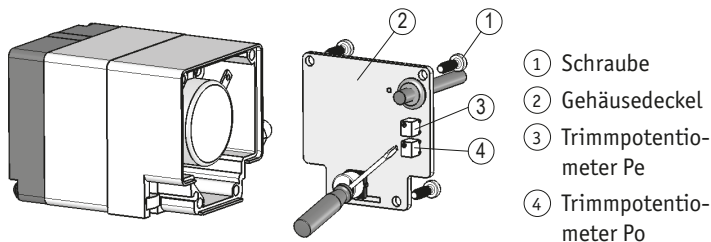

Abb. 6: Einstellen Trimpotentiometer MWI
Einstellen des Messwandlers (Abb. 6)
Durch zwei Trimpotentiometer Pe ③ und Po ④ (siehe Abb. 6) können diese Werte an die tatsächlichen Anfangs- und Endstellungen der Anwendung angepasst werden.
1. Schrauben ① lösen und Gehäusedeckel ② öffnen.
2. Trimpotentiometer Pe ③ und Po ④ einstellen.